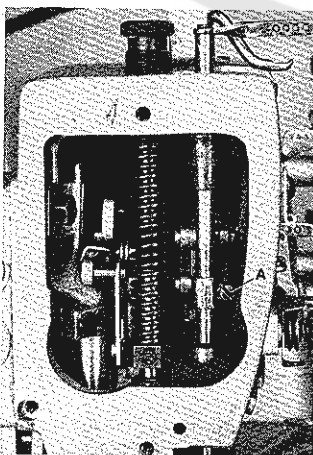
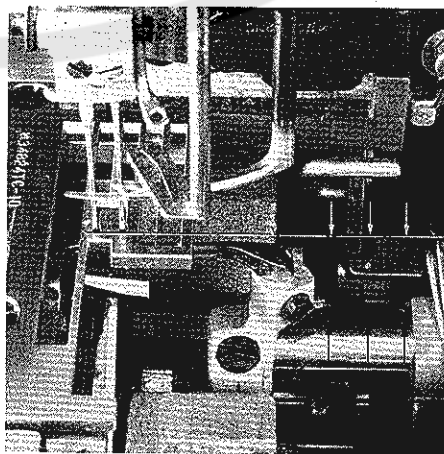
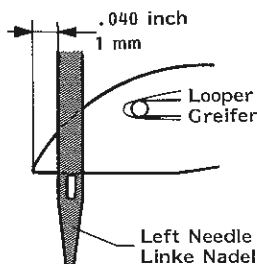

Fig.16
Fig.17
Fig.19
3. Loosen screw (A, Fig.16) and turn needle bar as required, so the needles center in the needle holes of throat plate and are parallel to the looper shaft (see Fig.17). This can be checked by holding a ruler against the needles.*
4. Retighten screw (A, Fig.16).
The height of needle bar is correct, when the looper point at its travel from right to left is 1 mm (.040 in) left of the left needle (see Fig.19) and the top of the needle eye is flush with the underside of the looper. For adjustment loosen screw (A, Fig.16) and move needle bar up or down as required. Retighten screw (A). Care should be taken not to disturb the alignment of the needle bar when making this adjustment.
* The needle bar can also be aligned and set to height without removing the Metering Device. For this, remove plug (Q, Fig.56) in the head cover plate to have access to screw (A, Fig.16) in the needle bar connection. Remount the plug.
3. Lösen Sie die Schraube (A, Fig.16) und drehen Sie die Nadelstange so, daß die Nadeln mittig in die Stichlöcher der Stichplatte einstechen und parallel zur Greiferwelle stehen (siehe Fig.17). Dies kann durch Anlegen eines Lineals an die Nadeln geprüft werden.
4. Ziehen Sie die Schraube (A, Fig.16) wieder an.
Die Nadelstangenhöhe ist richtig eingestellt, wenn die Greiferspitze bei ihrem Weg von rechts nach links 1 mm links der linken Nadel steht (siehe Fig.19) und Oberkante Nadelöhr und Unterkante Greifer in gleicher Höhe stehen. Lösen Sie für diese Einstellung die Schraube (A, Fig.16) und schieben Sie die Nadelstange nach Bedarf nach oben oder unten. Ziehen Sie die Schraube (A) wieder an.
* Die Nadelstange kann auch ohne Abbau der Zumeßeinrichtung (Metering Device) ausgerichtet und auf Höhe eingestellt werden. Entfernen Sie dazu den Verschlußstopfen (Q, Fig.56) in der Kopfdeckelplatte, damit die Schraube (A, Fig.16) im Nadelstangen-Mitnehmer zugänglich wird. Montieren Sie den Verschlußstopfen wieder.